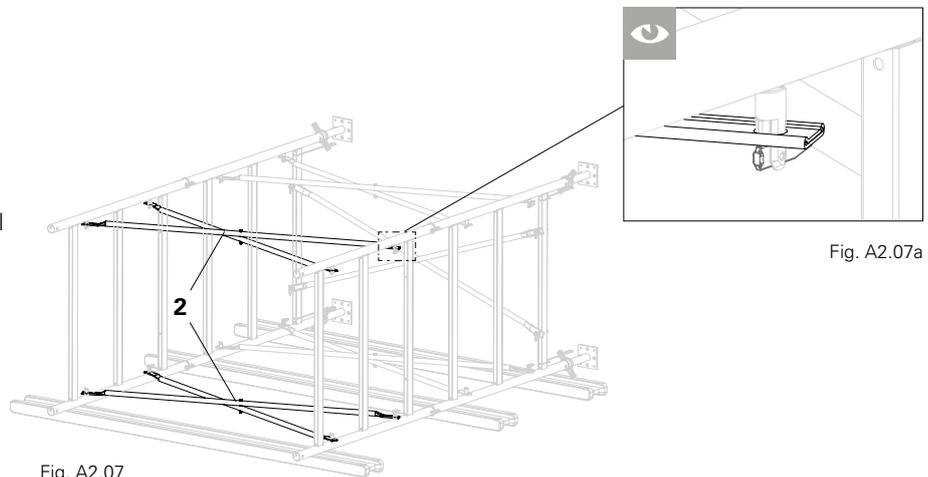

Fig. A2.07
5. Monte un refuerzo diagonal PD 5 (2) en el lado inferior, ver sección «A1 Montaje vertical: base». (Fig. A2.07)
6. Monte un segundo refuerzo diagonal PD 5 (2) en el lado superior. El refuerzo diagonal PD 5 debe descansar en los pestillos pivotantes inclinados. (Fig. A2.07 + A2.07a)